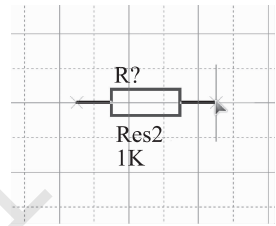

图 1-92 电阻移动及放置
(2) 移动鼠标将电阻符号移至原理图合适位置，通过点击“空格”键、“X”键或“Y”键可以调整元件摆放方向，点击鼠标左键放置元件，可连续放置同一元件，当点击鼠标右键时结束放置，如图 1-92 所示。